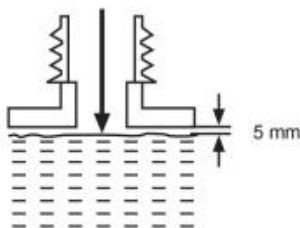

Fig. 17
- 3) Nie przepełniać i pozostawić ok. 5 mm odstępu od dolnej krawędzi do pozwolić, aby smar rozszerzył się (Rys. 17).